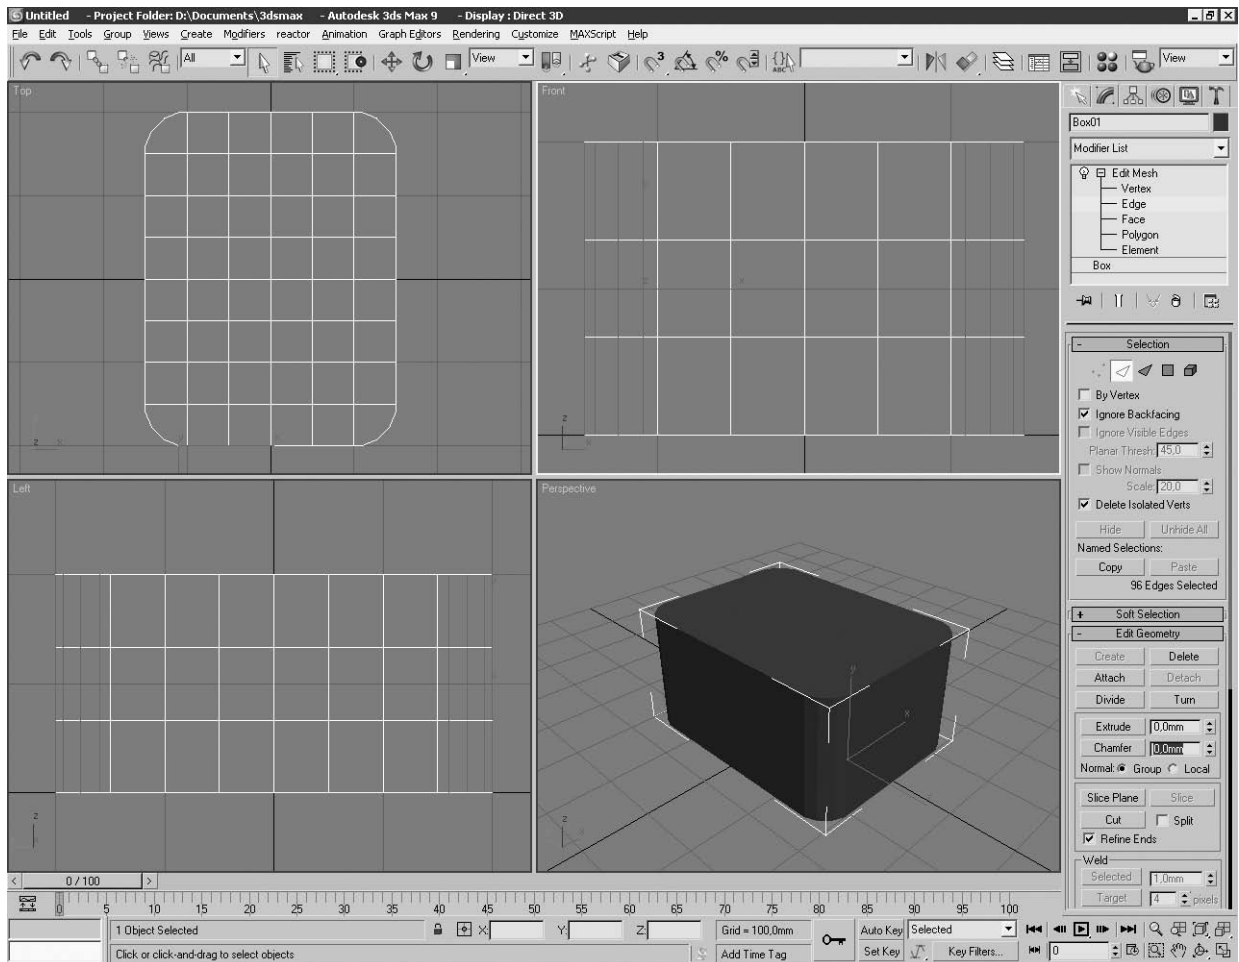

Рис. 4.2
4. Ввести в то же числовое поле значение **10** и снова нажать клавишу **Enter** — добавятся еще два ряда фасок, шириной уже **10 мм**. Вертикальные ребра пуфика получили нужное закругление (рис. 4.2).